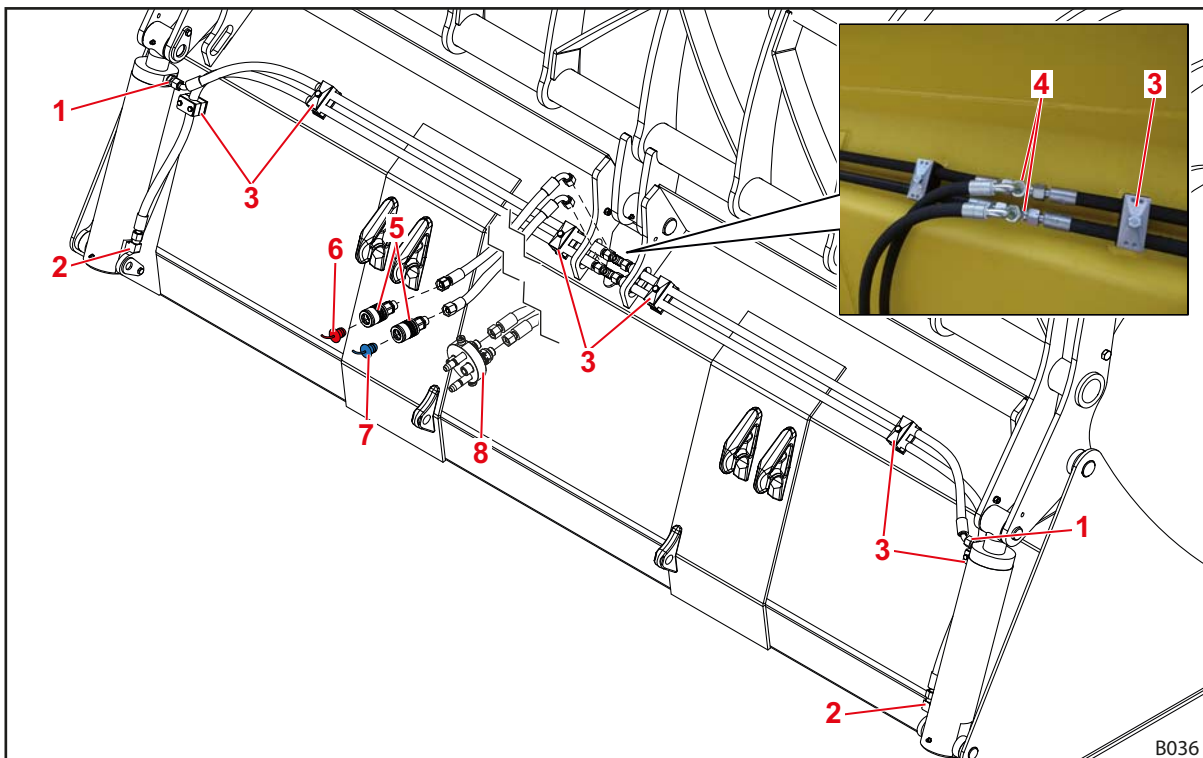

Fig. 19 Préparer la première mise en service
(6) Accoupler 2 conduites d'alimentation au manchon en T.
**i** En cas de conduites d'alimentation avec extrémité à 90°, veiller à l'orientation (voir Fig. 19).
(7) Monter les coupleurs hydrauliques sur l'autre extrémité des conduites flexibles.
(8) Uniquement sur raccords à visser ou enfichable :
(9) Regrouper les flexibles avec des serre-câbles.